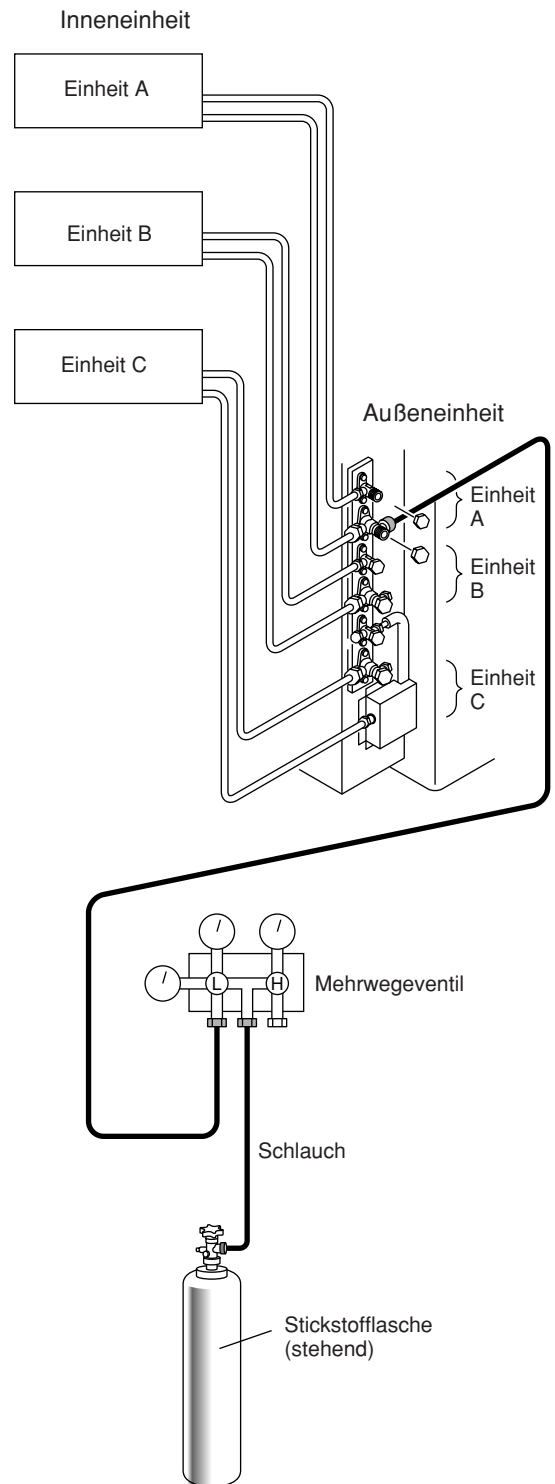

Abb. 8-1
- (1) Kappe vom Absperrventil der Rohrleitung mit großem Durchmesser entfernen (Kappe zur Wiederverwendung aufbewahren); dabei müssen die Absperrventile an der Außeneinheit geschlossen bleiben.
- (2) Mehrwegeventil (mit Manometern) und eine Stickstoffflasche mit Hilfe eines geeigneten Schlauchs an das Absperrventil anschließen. (Abb. 8-1)
Um zu verhindern, daß flüssiger Stickstoff in das Kältesystem gelangt, muß die Stickstoffflasche bei der Befüllung der Anlage aufrecht stehen. (Abb. 8-1)